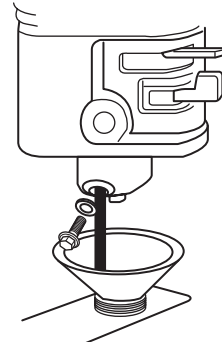

Fig. 25
- > Dévissez le boulon de vidange de carburant [10] et laissez le carburant couler dans le conteneur (Fig.25).